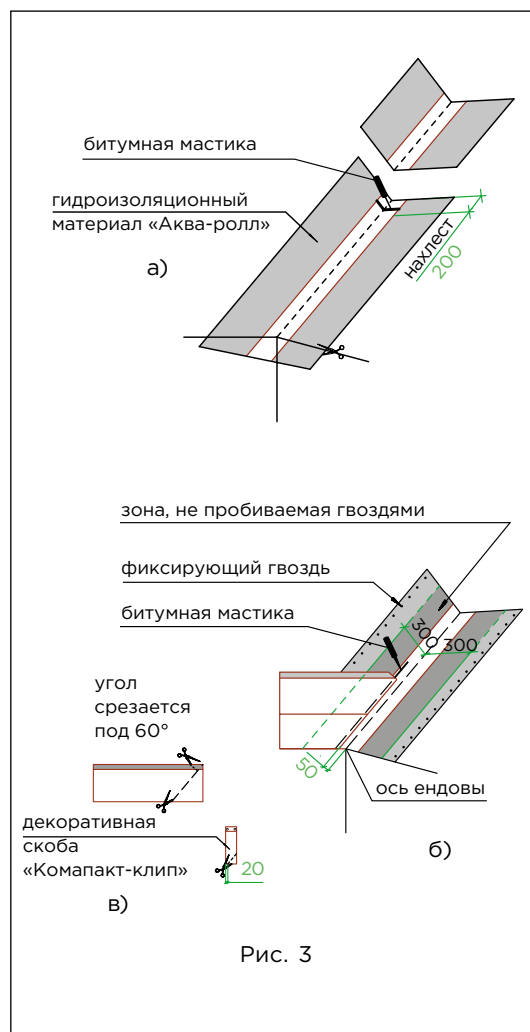

Рис. 3
Ендова (рис. 3)
- ровно по центру ендовы расстилается специальный рулонный материал «Аква-ролл», фиксируется в верхней части двумя гвоздями и обрезается в нижней части по линии карниза (рис. 3а);
2. «Аква-ролл» укладывается с нахлестом 200 мм, место нахлеста тщательно обрабатывается битумной мастикой (рис. 3а).
• непосредственно перед укладкой в ендову черепицы, защитная пленка с лицевой стороны «Аква-ролл» снимается и на самоклеящуюся поверхность укладываются листы черепицы, обрезанные в соответствии с заранее отбитыми линиями (рис. 3б).
Внимание: 1. Необходимо также подрезать верхний уголок обрезанного края листа (см. рис. 3в) для правильного стока воды.
2. Крепление обрезанного листа к медной части «Аква-ролл» осуществляется при помощи сплошной полосы битумной мастики (рис. 3б).
4. В случае, если скоба «Компакт-клип» приходится на место обреза листа, можно либо обрезать накладку, оставив минимум 20 мм в нижней части (рис. 3в), либо произвести укладку листов без использования накладки.